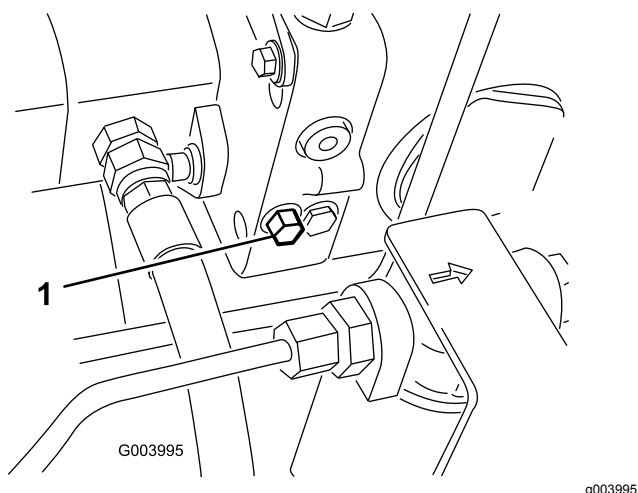

Figura 25
1. Localice la válvula de desvío a la izquierda del hidrostato (Figura 25).